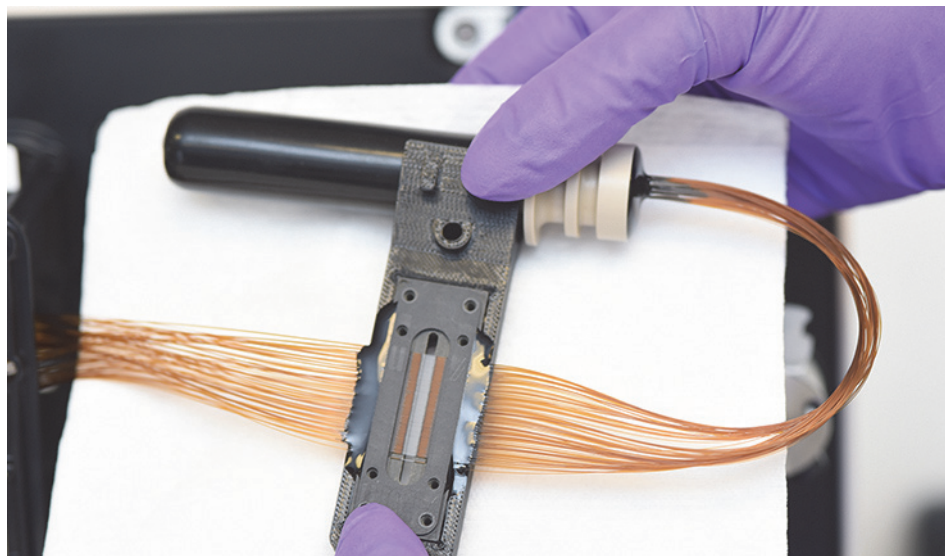

图 109 后面放有纸巾的毛细管阵列窗口
- 6 在毛细管阵列窗口后面放置一张纸巾，如图 109 所示